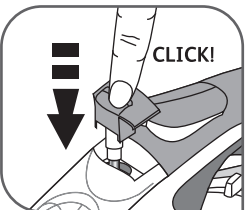

Fig. 21
- Tegye vissza a vízkövgátló rudat a helyére; nyomja be kattanásig – **fig.21.**
- A művelet végén tegye vissza a vízkövgátló rudat a helyére; nyomja be kattanásig – **fig.21.**